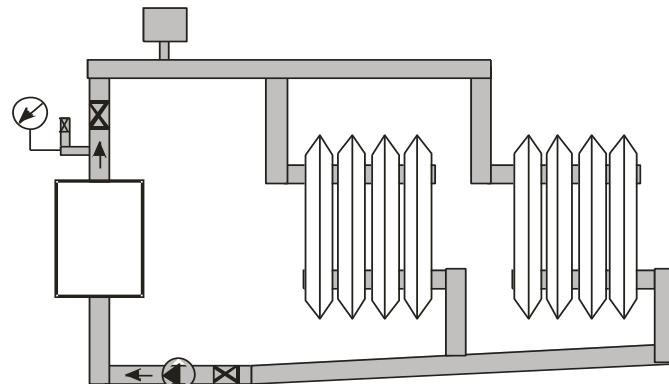

Рисунок 2. Примерная схема системы отопления.
перекрывать шаровые вентили на «входе» и «выходе» из котла (см. рис. 2).**
7.1.5. На «входе» и «выходе» прибора устанавливаются шаровые вентили (рис. 2), применяемые при демонтаже, ремонте и техническом обслуживании прибора.